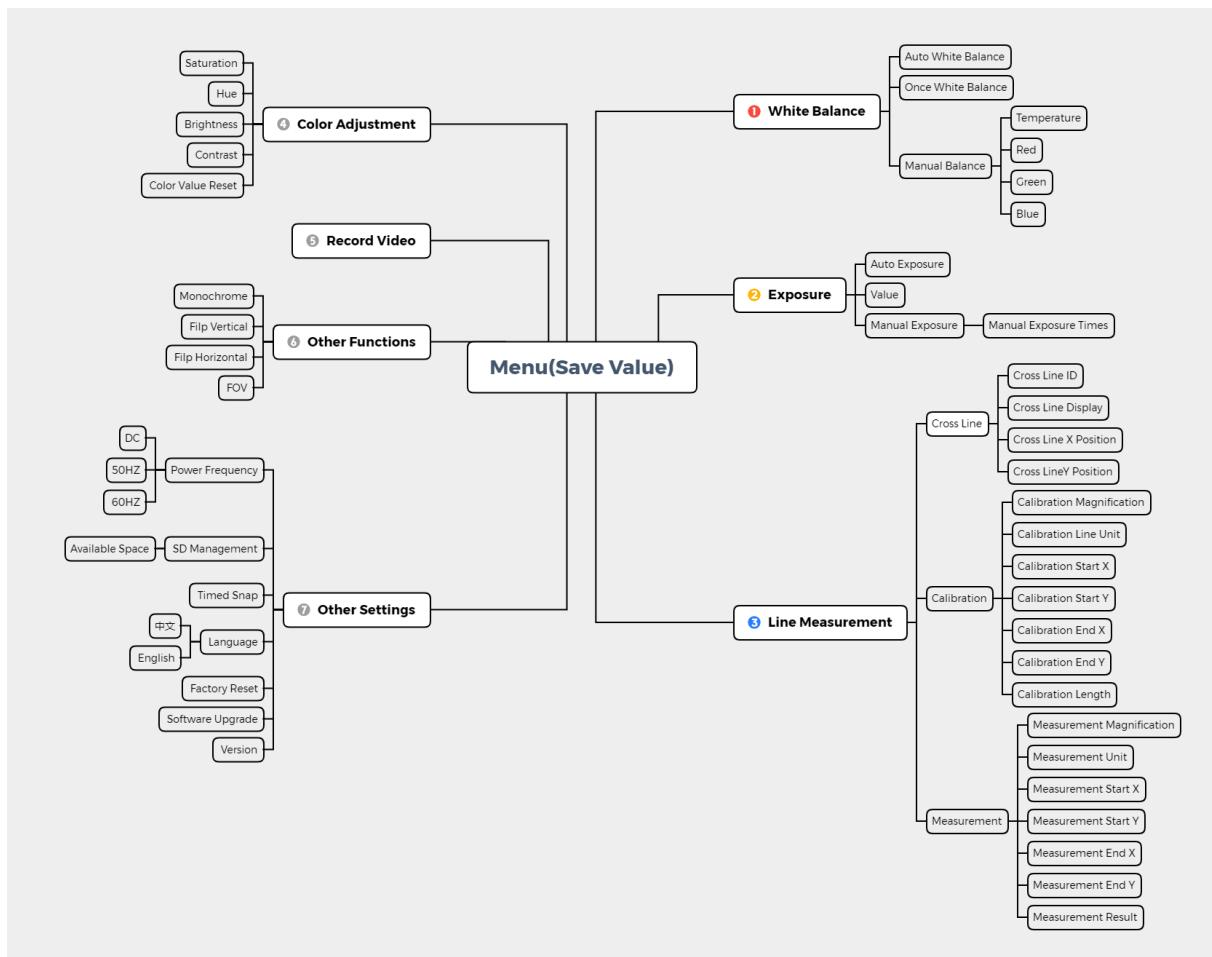

Fig. 21
4. Les fonctions spécifiques de ce menu sont présentées à la Fig. 21.